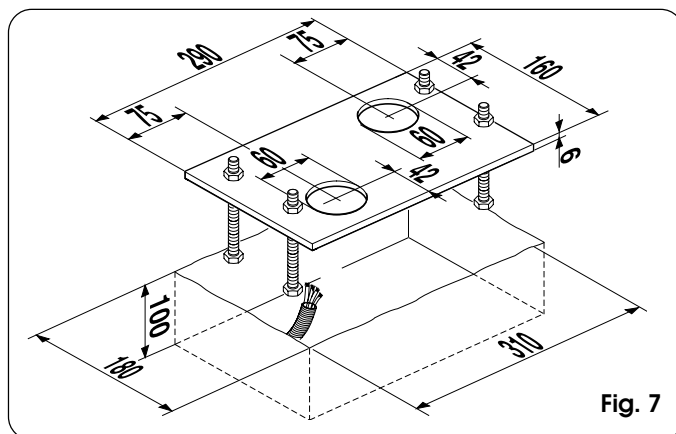

Fig. 7
- 3) Réaliser une base de fondation d'après la Fig.7 et sceller la plaque de fondation en prévoyant une ou plusieurs gaines pour le passage des câbles électriques. Vérifier l'horizontalité parfaite de la plaque avec un niveau à bulle. Attendre que le béton prenne.